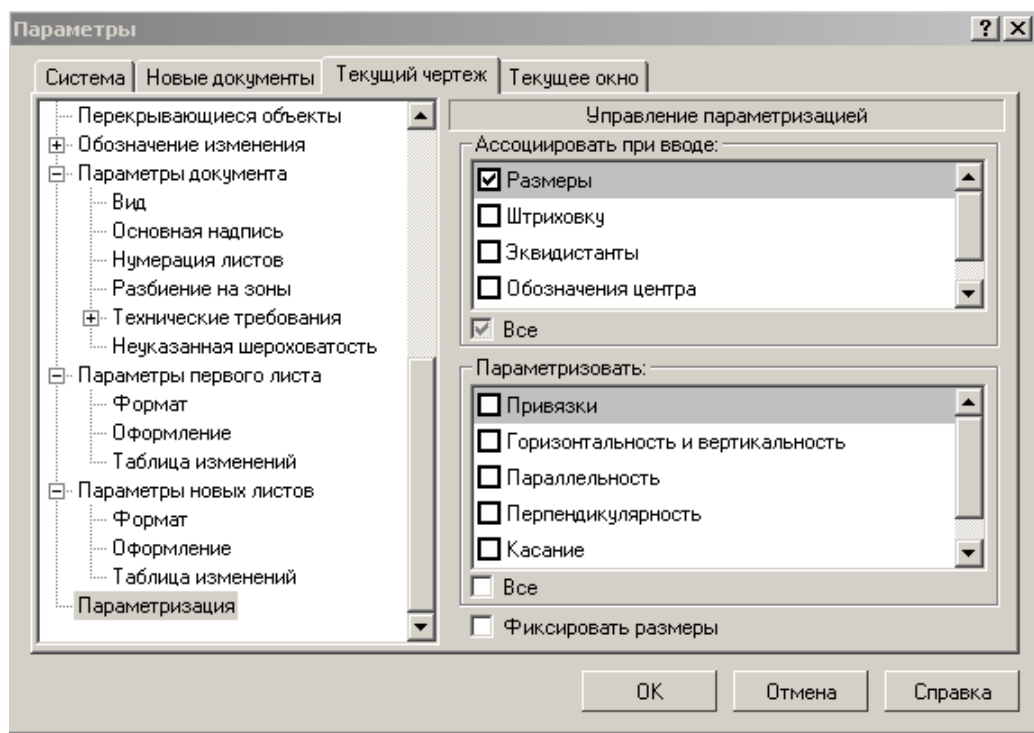

Рис. 17
- Проставьте параметрический размер, определяющий толщину пластины. Включите параметризацию: **Сервис – Параметры – Текущий чертеж – Параметризация – Ассоциировать при вводе – Размеры**, рис. 17.